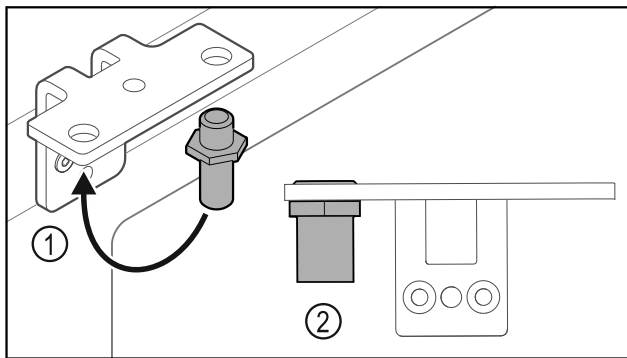

Fig. 24
- ▶ Sworznie Fig. 24 (1) przetożyć do zawiasu.
- ▶ Sworznie Fig. 24 (2) dokręcić z **momentem obrotowym 12 Nm**.